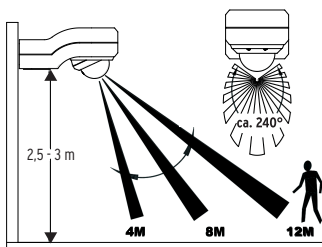

Fig. 1A
- El lugar de montaje ideal del detector de movimiento es de 2,5 a 3 metros por encima de la zona que debe vigilarse (véase la fig. 1A).